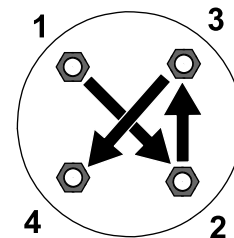

Figure 9
2. Serrez les écrous de roue (en croix, comme montré à la Figure 9) à un couple de 108 à 122 N·m.